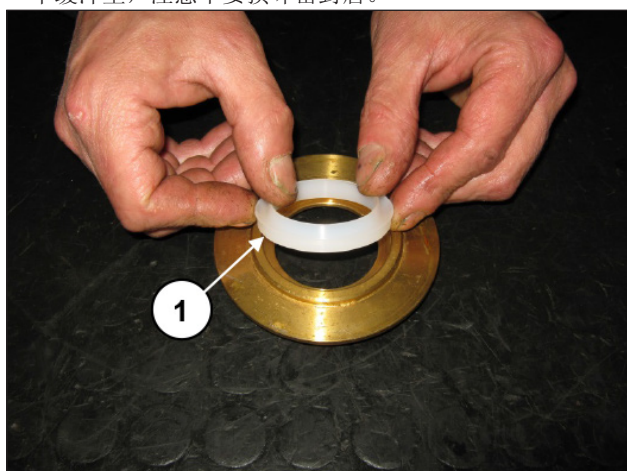

图 121
利用扭力扳手调节螺丝，如第3 “螺栓紧固调节” 章所述。将刮环安装在底座中(位置①，图 121)，如有必要，可使用一个缓冲垫，注意不要损坏密封唇。